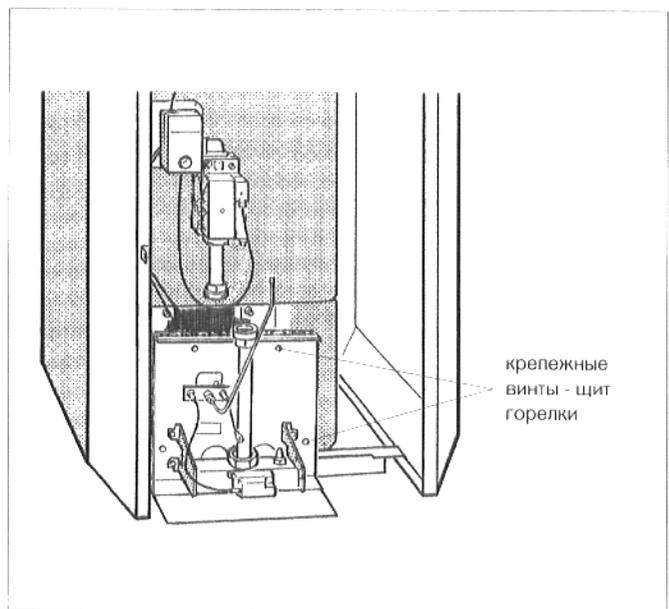

Рис. 43: демонтаж горелки
- ✦ Отвинтить крепежные болты у щита горелки и вынуть газовую горелку (рис. 43).